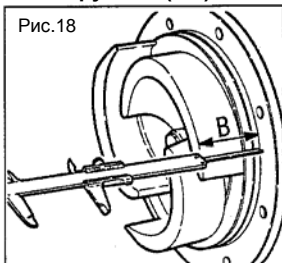

Рис.18
- Снимите головную часть (19)
- Снимите сальник (25), втулку вала (31), кожух вала (20) и уплотнение (20.1)
- Для облегчения начального монтажа сальника (рис. 18), слегка смажьте маслом втулку вала (31)